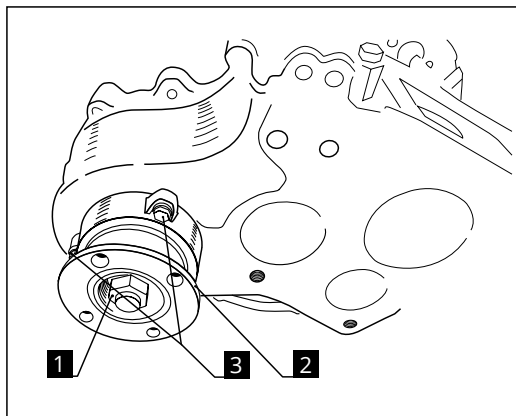

Рис. 2
4. Раскертите и открутите гайку крепления фланца переднего моста [1] (Рис. 2), снимите фланец привода переднего моста [2] и, открутив 3 болта М8, снимите крышку вала привода переднего моста.